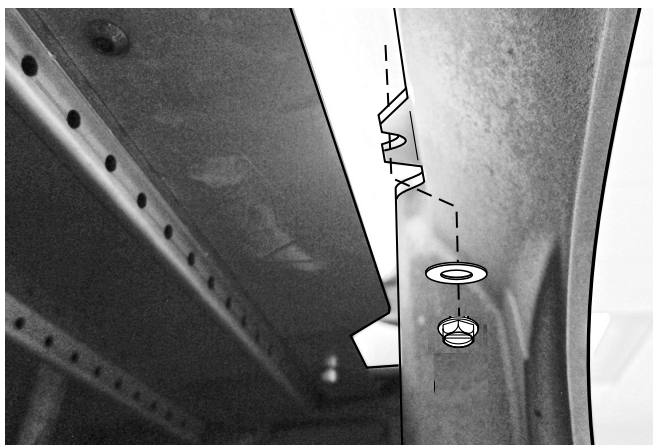

Figure 19. Retirez les deux écrous de la plaque supérieure situés à l'intérieur de l'ouverture de la porte avant.
On accède aux composants de la chambre de combustion en retirant la plaque supérieure qui est fixée à la plaque frontale par deux écrous à bride M6 avec des rondelles d'aile M6, figure 19, et deux vis de réglage M6x40 qui sont fixées par les côtés gauche et droit, figure 20.
1. Utilisez la clé à douille de 10 mm avec rallonge pour retirer les deux écrous de bride M6 de la plaque supérieure avec les rondelles d'aile M6 situées derrière la plaque avant à l'intérieur du poêle, comme sur la figure 19.